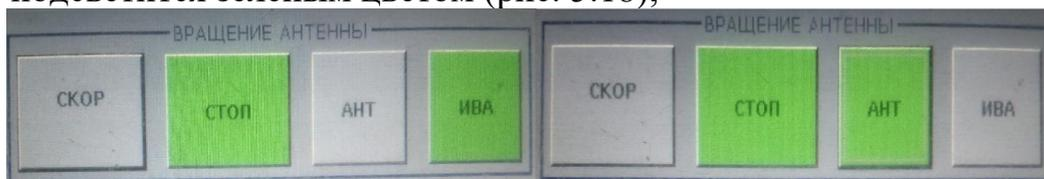

Рис. 5.18. Первый шаг включения скорости вращения на панели МПС 12
- нажать кнопку «АНТ», кнопка «ИВА» должна погаснуть, а кнопка «АНТ» подсветится зеленым цветом (рис. 5.18);
- нажать кнопку «АНТ», кнопка «ИВА» должна погаснуть, а кнопка «АНТ» подсветится зеленым цветом (см. рис. 5.18);